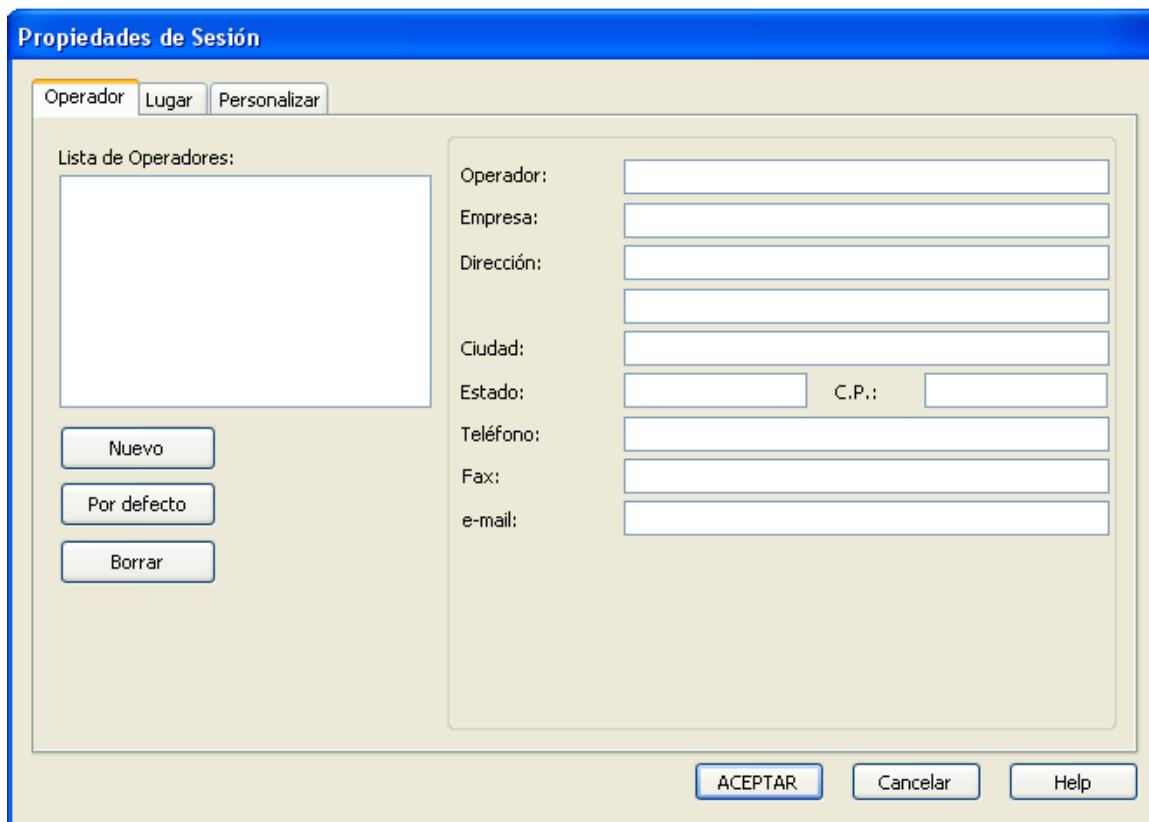

Figura 2-8
- 2) la creación de la base de datos se acompaña de una ventana de solicitud de información (Figura 2-8) relativa a la sesión (Operador, Lugar, Personalizar). Esta información permanece relacionada con la sesión y se utilizará para redactar informes de modo automático.